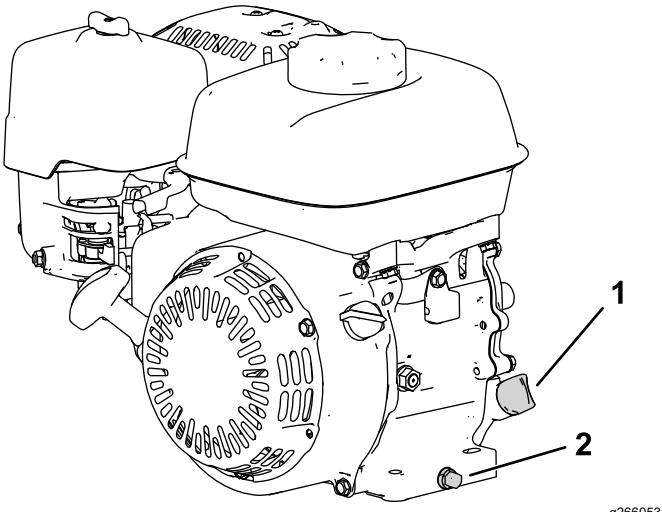

Figura 15
2. Posizionate la macchina in modo che il motore sia in piano e pulite la zona attorno al tubo di riempimento dell'olio (Figura 15).
3. Togliete il tappo di spуро (Figura 15).